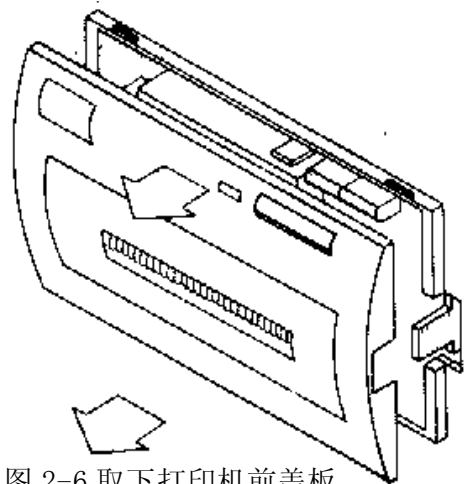

图 2-6 取下打印机前盖板
(1) 如图 2-6 所示取下打印机的前盖板。
- (1) 取下打印机的前盖板，如图 2-6 所示。